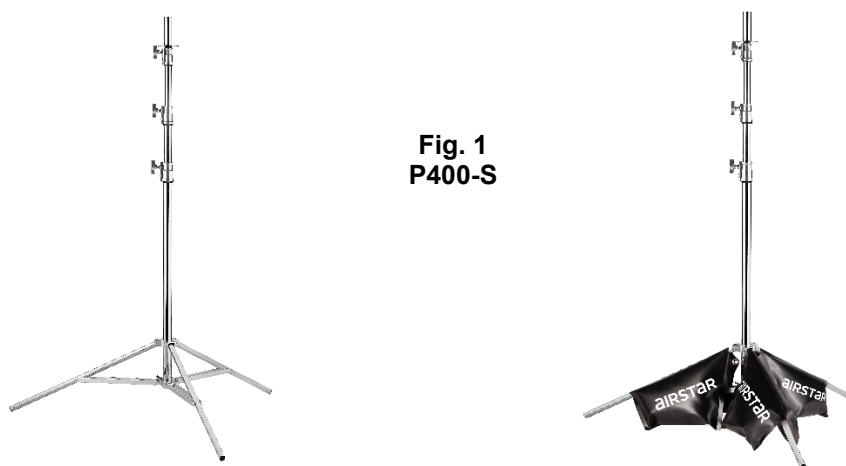

Fig. 1
3. Sur la perche P400-S (Fig. 1), déployez les pieds de la perche depuis leur position repliée jusqu'à ce que les barres de renfort soient parfaitement horizontales.
4. Sur la perche P400-S (Fig. 1), placez des sacs de sable Airstar sur chaque barre horizontale.